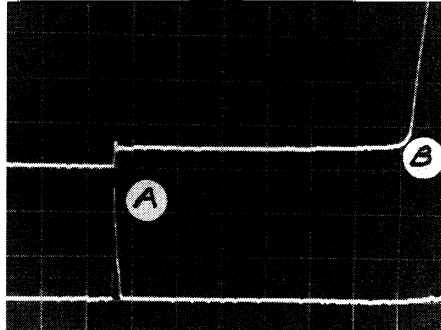

Fig 5 : Destruction de l'ampoule
- 2) Destruction de l'ampoule par vieillissement (Fig. 5).